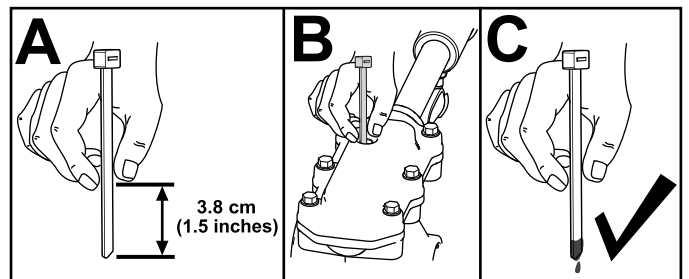

Figure 31
3. Contrôlez le niveau d'huile au moyen d'un dispositif de mesure adéquat, par exemple un serre-câble propre. Le niveau d'huile doit se situer à 3,8 cm (1,5 po) environ sous l'orifice de remplissage (Figure 31).